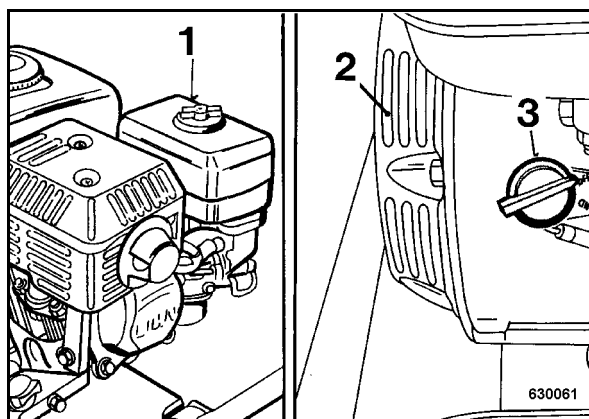

рис. 40
Не направлять струю воды непосредственно в воздушный фильтр / карбюратор (1) (рис. 40), стартер / устройство засасывания воздуха (2) и выключатель зажигания (3).